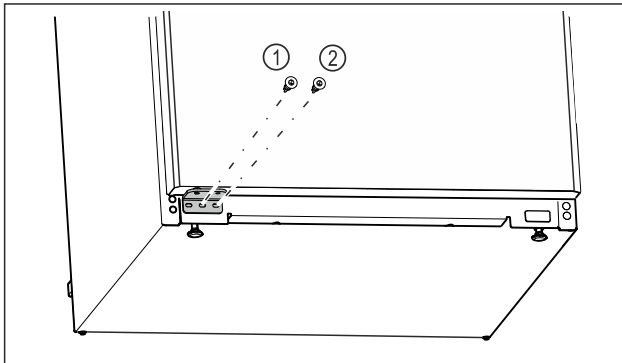

Fig. 18
- Serrer la vis centrale du support de palier Fig. 18 (1) avec un tournevis Torx 20.
- Serrer la vis intérieure du support de palier Fig. 18 (2) avec un tournevis Torx 20.